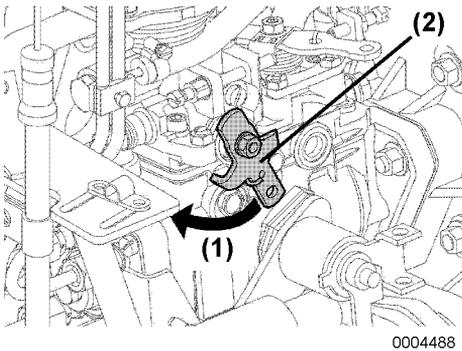

Abbildung 21
- a. Bewegen (**Abbildung 21, (1)**) Sie den Stopphebel (**Abbildung 21, (2)**) am Drehzahlregler, um den Kraftstofffluss beim Anlassen zu stoppen.